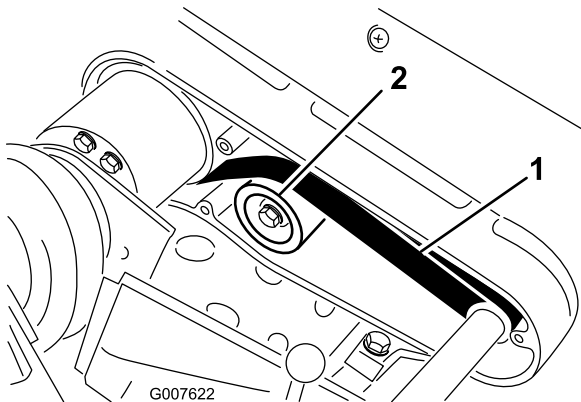

Рисунок 39
2. Проверьте натяжение, приложив к ремню посередине между шкивами (Рисунок 39) усилие 22–26 Н. Ремень должен прогнуться на 6 мм.
А. Отпустите гайку крепления натяжного шкива и поджимайте натяжной шкив по часовой стрелке к обратной стороне ремня, пока не будет получено требуемое натяжение (Рисунок 39).